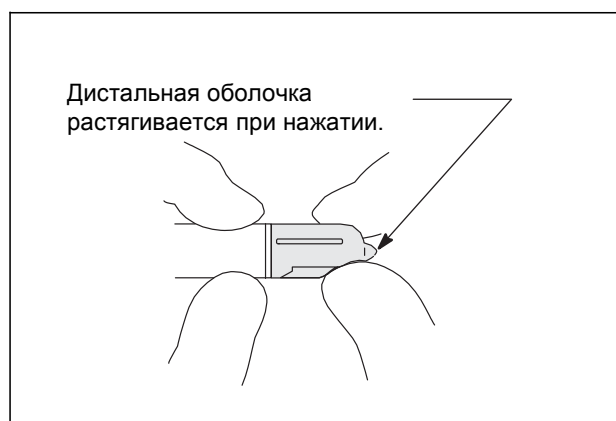

Рис. 3.17
3. Продвиньте дистальную оболочку до конца эндоскопа, до тех пор пока нижний конец оболочки не достигнет конечной части белого кольца. Держите отдел изгиба рядом с дистальным концом и продвигайте дистальную оболочку примерно на 1 мм к дистальному концу. При нажатии на дистальную оболочку, она растягивается, как указано на Рис. 3.17.